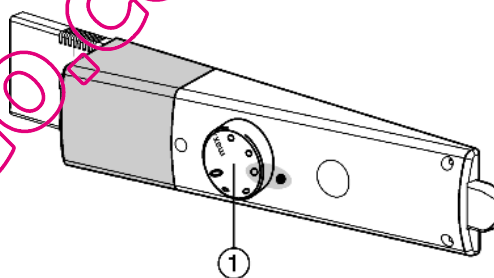

Fig. 3
- ▶ Tourner le régulateur de température *Fig. 3 (1)* vers la droite de la position 0 au point 3.